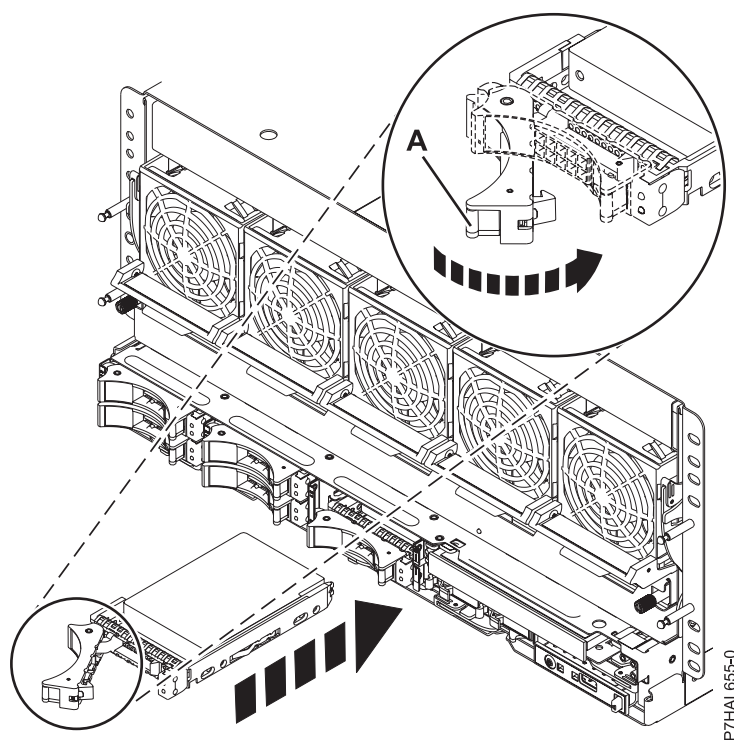
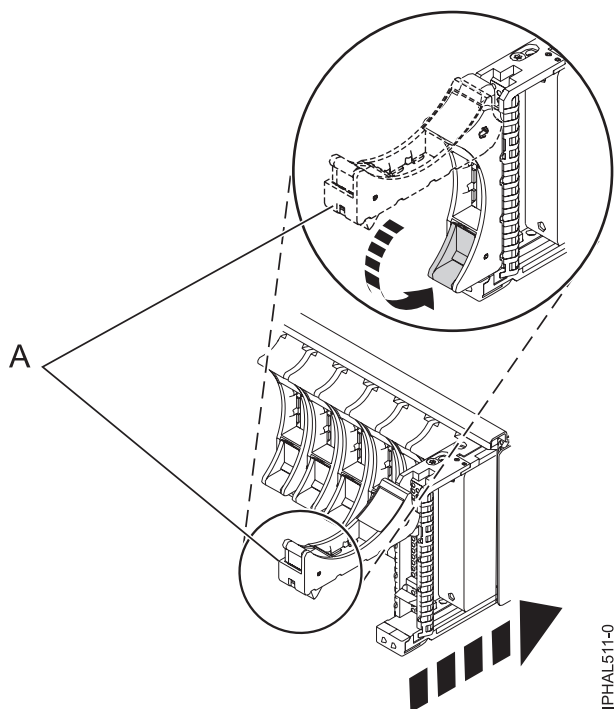

Figura 1. Instalación de una unidad de disco en el sistema
Figura 2. Instalación de la unidad de disco en la unidad de expansión 5803
7. Cuando el LED de identificación se encienda de manera fija, deslice la unidad hasta el fondo del sistema o de una unidad de expansión y empuje hacia adentro el asa de la unidad hasta que quede encajada. Consulte la Figura 1 que muestra la instalación de una unidad en el sistema y la Figura 2 en la página 10 que muestra la instalación de una unidad en la unidad de expansión 5803.